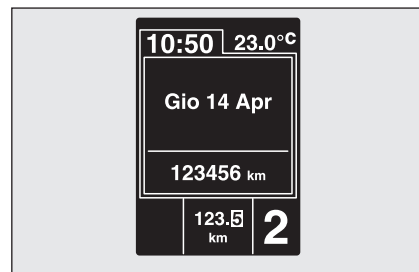

fig. 3
- ☐ in modalità di guida sequenziale l'inserimento del rapporto effettuato manualmente superiore o inferiore, rispettivamente mediante l'indicazione numerica **fig. 3**.